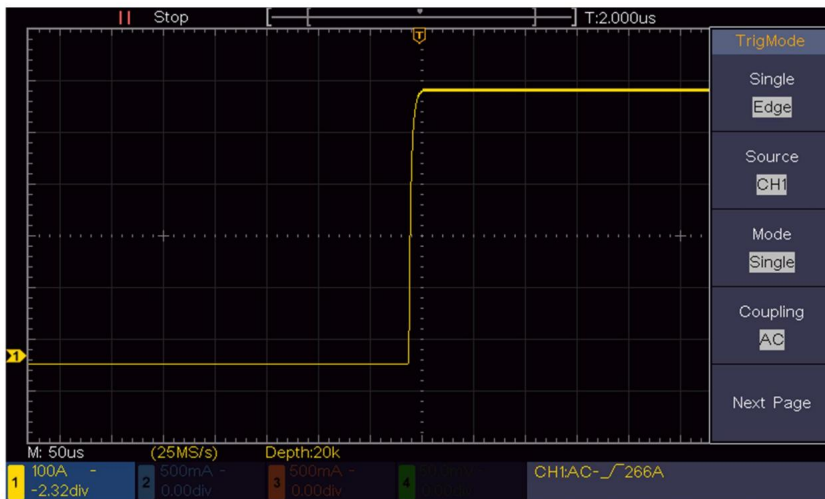

Abbildung 6- 3 Erfassen eines einzelnen Signals
(2) Stellen Sie mit den Reglern **Vertikale Skala** und **Horizontale Skala** eine geeignete vertikale und horizontale Bereiche für das zu beobachtende Signal.
(3) Drücken Sie die Schaltfläche „**Erfassen**“ , um das richtige Menü anzuzeigen.
(4) Wählen Sie im rechten Menü „**Acqu Mode**“ (**Acqu-Modus**) als „**Peak Detect**“ (**Peak-Erkennung**).
(5) Drücken Sie die **Trigger-Menü-** Taste, um das richtige Menü anzuzeigen.
(6) Wählen Sie im rechten Menü „**Einzeln** als **Kante**“ **aus**.
(7) Wählen Sie im rechten Menü als **Quelle CH1 aus**.
(8) Im rechten Menü wählen Sie „**Kopplung** als **DC**“.
(9) Im rechten Menü auf „**Nächste Seite**“ klicken, „**Slope**“ als  (Aufstand).
(10) Drehen Sie den **Trigger Level-** Knopf und stellen Sie den Trigger-Pegel auf den ungefähr 50 % des zu messenden Signals.
(11) Überprüfen Sie den Triggerstatusindikator oben auf dem Bildschirm. Wenn er nicht Bereit, drücken Sie die **Run/Stop-** Taste und beginnen Sie mit der Erfassung. Warten Sie auf den Auslöser. Wenn ein Signal den eingestellten Triggerpegel erreicht, wird eine Abtastung durchgeführt. erstellt und dann auf dem Bildschirm angezeigt. Bei diesem Ansatz wird ein zufälliger Puls kann leicht erfasst werden. Wenn wir zum Beispiel einen Burst-Grat von finden wollen hohe Amplitude, stellen Sie den Triggerpegel auf einen etwas höheren Wert als den Durchschnitt ein Signalpegel, drücken Sie die **Run/Stop-** Taste und warten Sie auf einen Trigger. Sobald ein Gratbildung, löst das Gerät automatisch aus und zeichnet den Wellenform während der Zeit um den Triggerzeitpunkt. Durch Drehen des **Horizontal Position-** Regler im horizontalen Kontrollbereich des Panels, Sie kann die horizontale Auslöseposition geändert werden, um die negative Verzögerung zu erhalten, wodurch eine einfache Beobachtung der Wellenform vor dem Auftreten des Grates möglich wird (siehe *Abbildung 6- 3*).